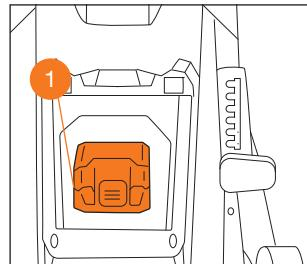

Рис. 13
- Вставьте аккумулятор в разъем газонокосилки ① (Рис. 13). Убедитесь в правильном расположении аккумулятора и соединении контактов.
- Нажмите кнопку блокировки включения ① (Рис. 13).
- Продолжая удерживать кнопку блокировки включения, прижмите рычаг включения двигателя ② к рукоятке (Рис. 13). Двигатель заработает и нож начнёт вращение.
- Отпустите предохранительную клавишу ①, продолжая прижимать рычаг включения двигателя ② начинайте работу с изделием.
- Для остановки двигателя, отпустите рычаг включения двигателя ②.